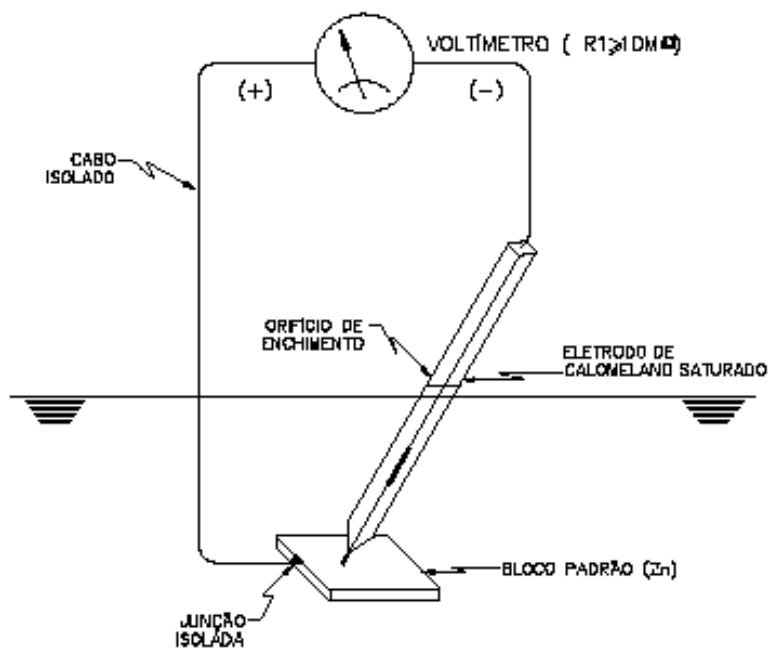

FIGURA 1 -ESQUEMA PARA MEDIÇÃO DE POTENCIAL COM ECS
6.2 Semicélula e Multímetro Separados (anexo A figura 1)